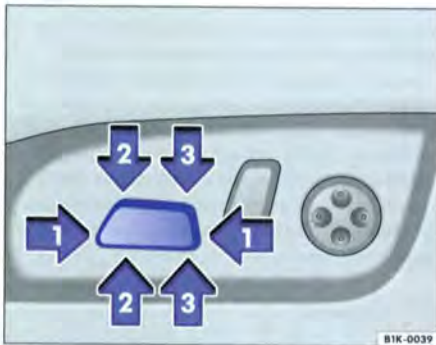
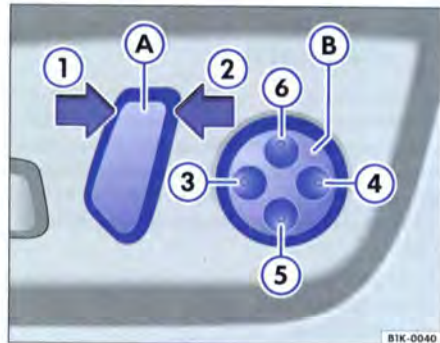

Fig. 55 La commande permet de régler le siège en longueur ainsi que l'assise en hauteur et en inclinaison.
Fig. 56 La commande A permet de régler le dossier et la commande B l'appui lombaire.
- Actionnez la commande dans le sens de la flèche ⇒ fig. 55 ① pour régler le siège avant en longueur ⇒ ⚠.
- Actionnez la commande dans le sens de la flèche ② ou ③ pour régler en hauteur l'avant ou l'arrière de l'assise. Actionnez la commande dans le sens des flèches ② et ③ simultanément pour régler le siège en hauteur.
- Actionnez la commande ⇒ fig. 56 A dans le sens de la flèche ① pour régler le dossier plus vers l'horizontale.
- Actionnez la commande dans le sens de la flèche ② pour régler le dossier plus vers la verticale.
- Appuyez sur la partie ③ de la commande ⇒ fig. 56 B pour faire bomber davantage la partie rembourrée du siège.
- Appuyez sur la partie ④ de la commande pour que la partie rembourrée du siège soit moins bombée.
- Appuyez sur la partie ⑤ de la commande pour déplacer l'appui lombaire vers le bas.
- Appuyez sur la partie ⑥ de la commande pour déplacer l'appui lombaire vers le haut.
- La commande ⇒ fig. 55 vous permet d'effectuer un réglage continu du siège en longueur et de l'assise en hauteur. L'assise peut alors être inclinée ou réglée en hauteur dans son intégralité.
- La commande ⇒ fig. 56 A vous permet de régler en continu l'inclinaison du dossier de siège.